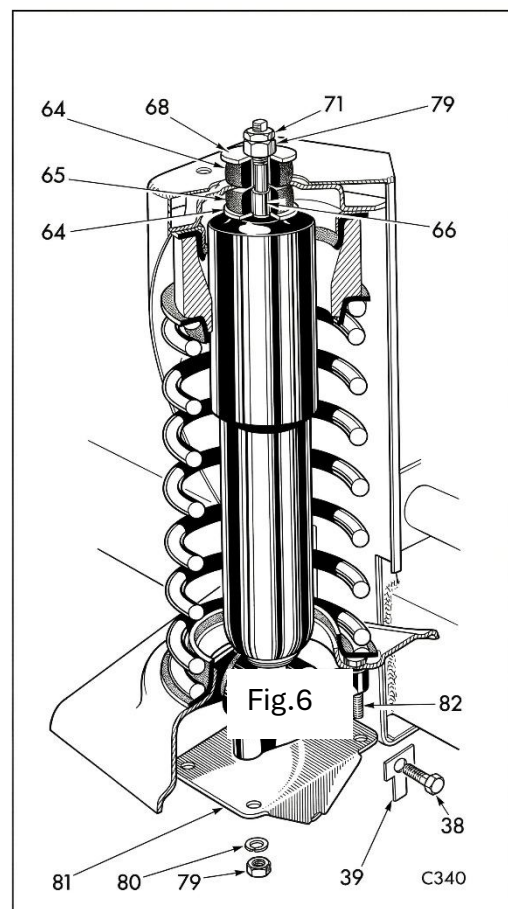

Fig. 7. Outil compresseur de ressort avant et adaptateur S .112-1.
S.112/1 (**Fig. 7**) en faisant passer la tige filetée avec adaptateur à travers le support de ressort, le ressort et la tourelle.